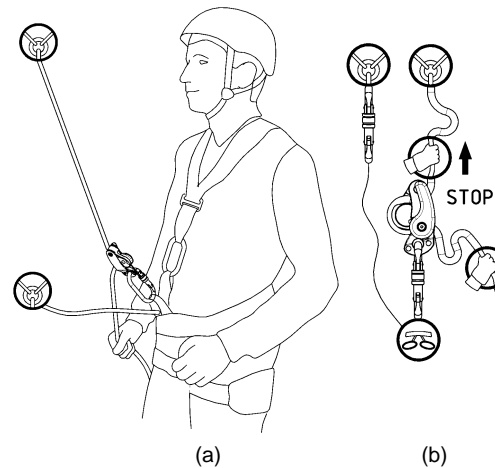

Рис. 5
**Проверка в ненагруженном состоянии:** установите устройство на веревку, присоединитесь к анкерной точке при помощи дополнительной самостраховки (рис. 5а). Удерживая свободный конец веревки с небольшим провисом, произведите рывок рабочего конца веревки. Устройство должно заблокировать ход веревки (рис. 5б).